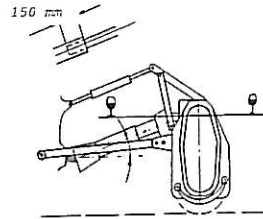
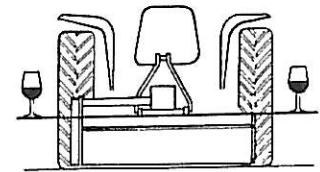

Fig.5
Fig.6
Le Rotavator reposant horizontalement sur le sol (fig. 5), reculer le tracteur jusqu'à ce que les parties coulissantes du cardan soient guidées sur environ 150 mm. Choisir l'une des position des chapes ou des pattes d'attelage adaptée à la longueur de la transmission à cardan (voir fig. 6). Ateller les 3 points du tracteur. Monter le cardan sur la prise de force et fixer les chaînes du protecteur de cardan, côté tracteur et côté machine, pour éviter sa rotation.
- Les longueurs des chandelles soient ajustées de telle façon que l'appareil travaille horizontalement. (fig. 5 et 7)
L'appareil attelé, relever celui-ci sans faire tourner la prise de force. Régler la limite supérieure de relevage lorsque l'angle de cardan atteint 40° (fig.5).